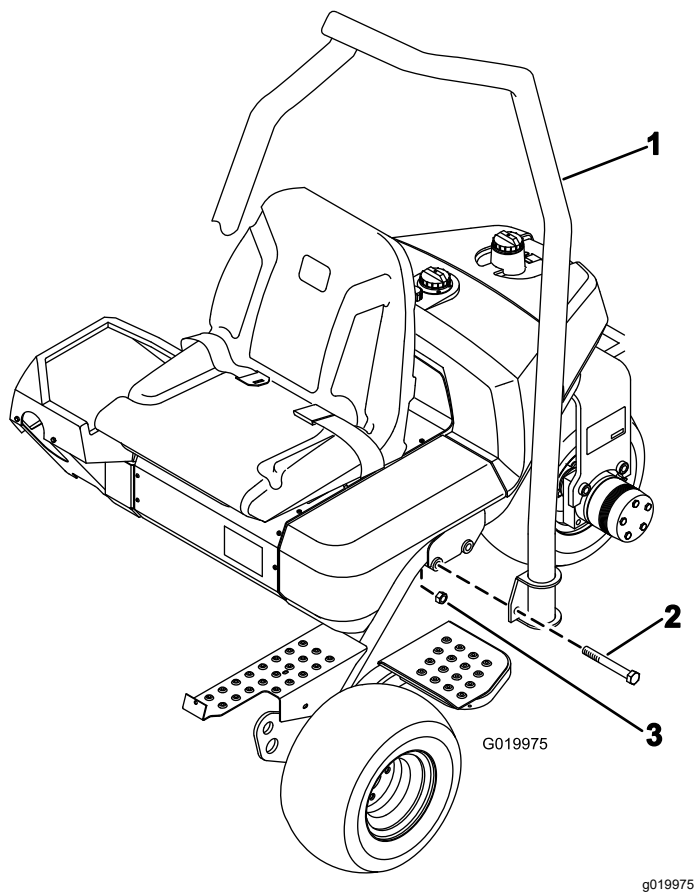

图 4
- 1. 调整翻车保护杆的位置使钢管的顶部弯向机器前面图 4。
2. 将翻车保护杆放低到机架上使其与安装孔对齐图 4。
3. 如图 4 所示用 2 个螺栓 $\frac{5}{8}$ x 4 $\frac{1}{2}$ 英寸和锁紧螺母将翻车保护杆的两侧固定到机架上。